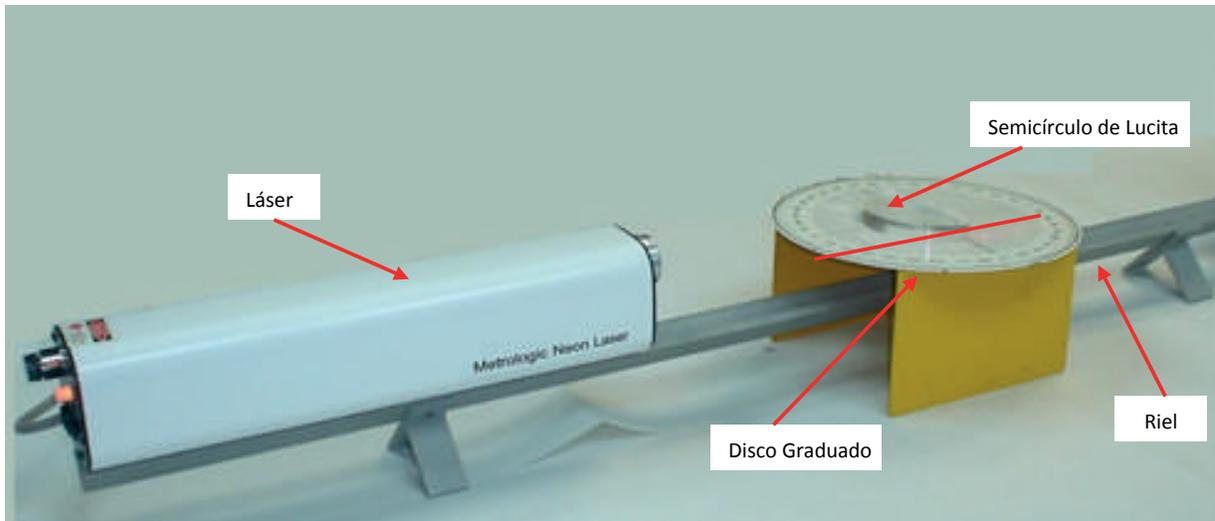

Figura 3.6. Refracción de la luz
- e) Coloque el semicírculo de Lucita, por su lado plano frente al rayo láser, el centro del semicírculo debe quedar en el centro del disco graduado y perpendicular al rayo de luz como se muestra en la figura 3.6.